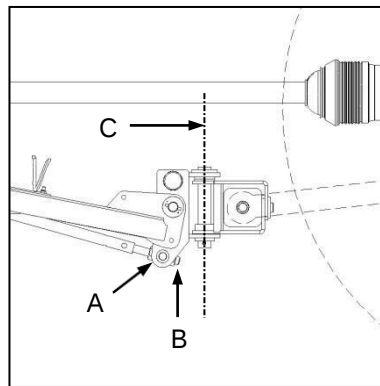

Fig. 9
- ✓ Release the front hitch tie-rod locknut (Fig. 9-A) and turn the adjusting nut (Fig. 9-B) to set the hitch swivel pin to a vertical position (Fig. 9-C).
- ✓ Ontspan die voorste spoorstangsluitmoer los (Fig. 9-A) en draai die verstelmoer (Fig. 9-B) om die haak se klinkspil in 'n vertikale posisie te stel (Fig. 9-C).